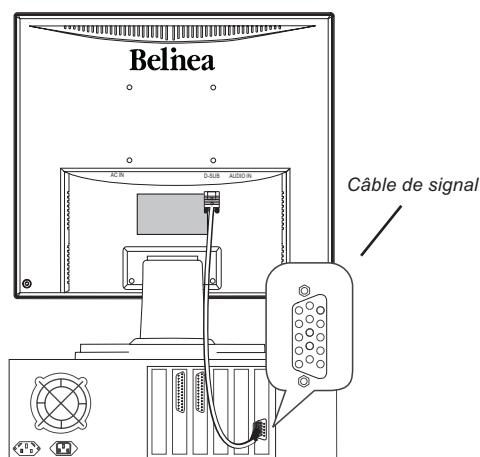

Figure 2. Raccordement du moniteur au PC
2. Connectez le câble d'interface à 15 broches au PC (voir figure 2).